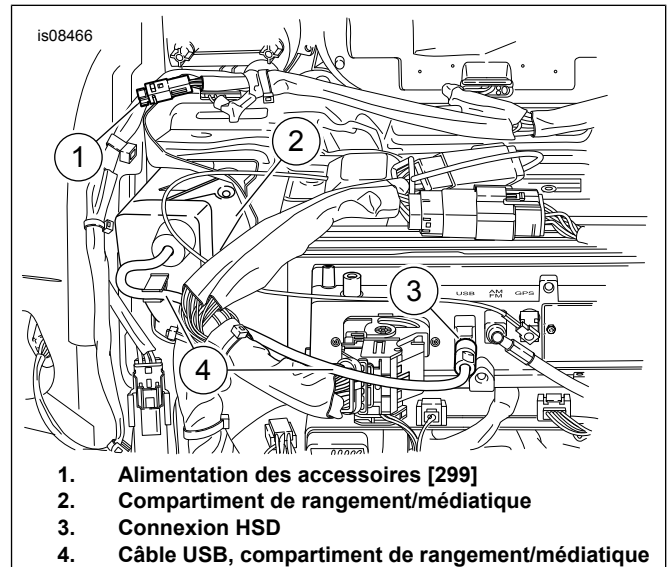
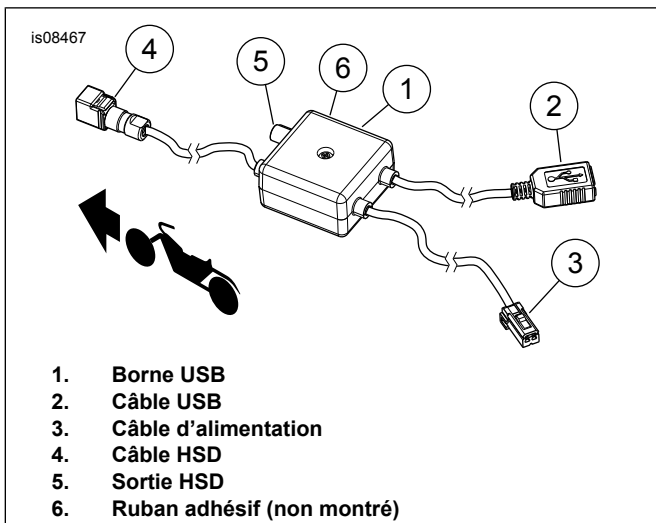

Figure 1. Emplacements de câblage de répéteur USB
Figure 2. Schéma de câblage de répéteur USB
1. Voir Figure 1. Retirer le câble USB (4) de la connexion HSD (3) à l'arrière de la radio.
2. Voir Figure 2. Installer le câble d'alimentation (3) sur l'alimentation des accessoires [299] (1, Figure 1).
3. Installer le câble HSD (4, Figure 2) sur la connexion HSD (3, Figure 1).
4. Installer le câble USB (4, Figure 1) sur le port HSD (5, Figure 2).
6. Acheminer le câble USB (2, Figure 2) le long du plateau, le long du cadre et au-dessus du garde-boue dans le Tour-Pak ou la sacoche. Attacher avec les serre-câbles selon les besoins.
2. Effectuer l'acheminement du câble USB (2, Figure 2) en suivant l'acheminement du fil de la prise électrique existante.